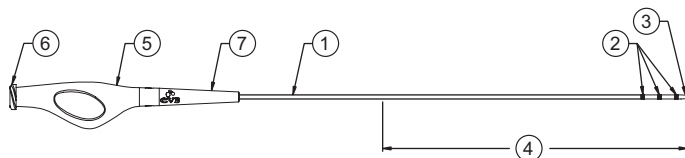

Figura 1. Catéter de soporte TrailBlazer
Como se puede ver en la Figura 1, el cuerpo distal del catéter tiene 3 marcadores radiopacos (2) que facilitan la colocación del catéter. La porción distal de 40 cm del catéter (4) tiene un recubrimiento hidrófilo. La luz proximal (6) empieza dentro del colector (5), pasa por el cuerpo del catéter y termina en la punta distal. Esta luz se utiliza para hacer pasar el catéter sobre una guía. Los diámetros máximos de las guías compatibles figuran en las especificaciones de la Tabla 1. El tamaño y la longitud de la guía del catéter están impresos en el liberador de tensión (7).